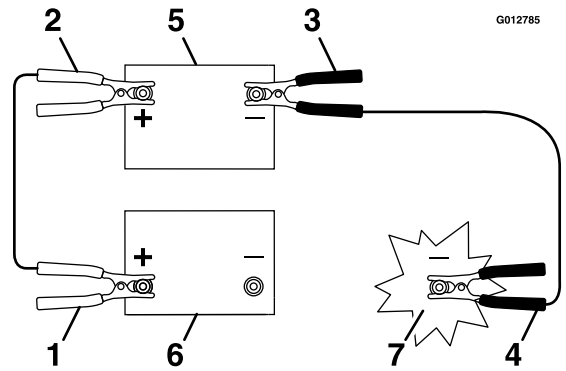

图49
3. 将正极 (+) 接线连接至缺电电池的正极 (+) 端子，而缺电电池与启动马达或螺线管相连，如图 49 中所示。